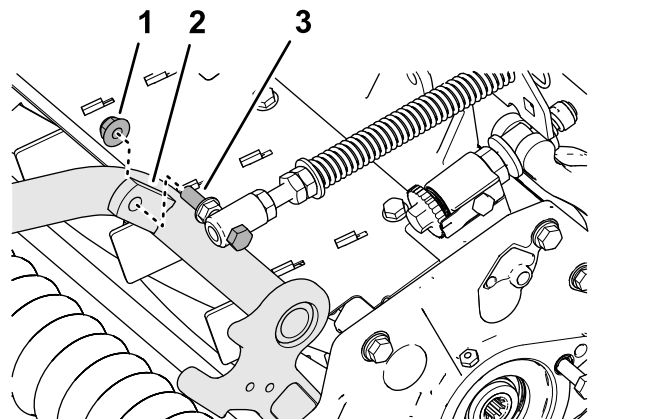

Figura 19
4. Monte el tornillo del muelle de compensación del césped en la pestaña derecha del bastidor de tiro (Figura 19) con la contratuerca con arandela prensada ($\frac{3}{8}$ ").